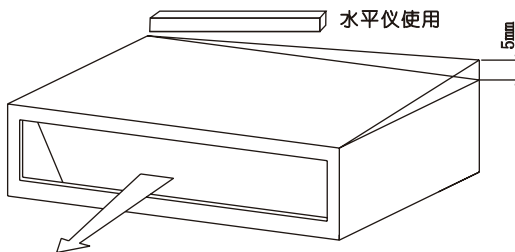

图7 顶面倾斜度
- (1)检查确认顶面是平的,测量最大顶面倾斜度。
- (2)图 7 所示,室内机后面稍微低于前面 (0mm ~ 5mm), 以利于排水。
- (3)调整完毕后,将悬吊螺母拧紧。必须涂上螺纹锁固剂以防螺母松动。安装过程中请用塑料布盖好机器,使之保持清洁。